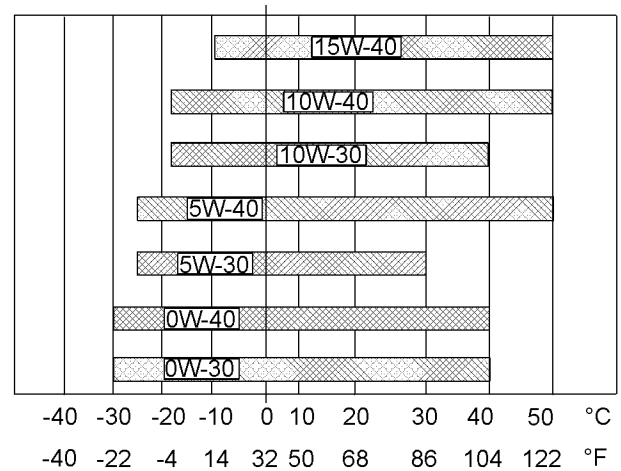

Abbildung 38
Zur Bestimmung der notwendigen Ölviskosität zum Starten eines kalten Motors siehe Abbildung 38 (minimale Temperatur).
Siehe Abbildung 38 (Höchsttemperatur) zur Bestimmung der notwendigen Ölviskosität für den Motorbetrieb bei der höchsten zu erwartenden Umgebungstemperatur.
- Siehe die entsprechenden "Schmierstoffviskositäten". Siehe Abbildung 38 zur Bestimmung der für den Motor richtigen Viskositätsklasse.